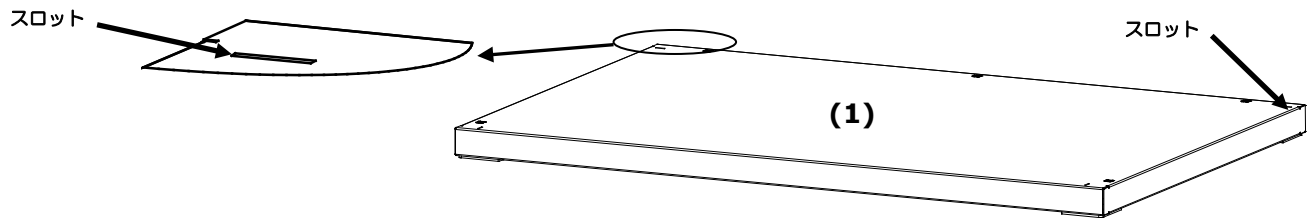

図 1：底面パネル
1. 底面パネル (1) を汚れのない平らな場所に設置します。(図 1 参照)